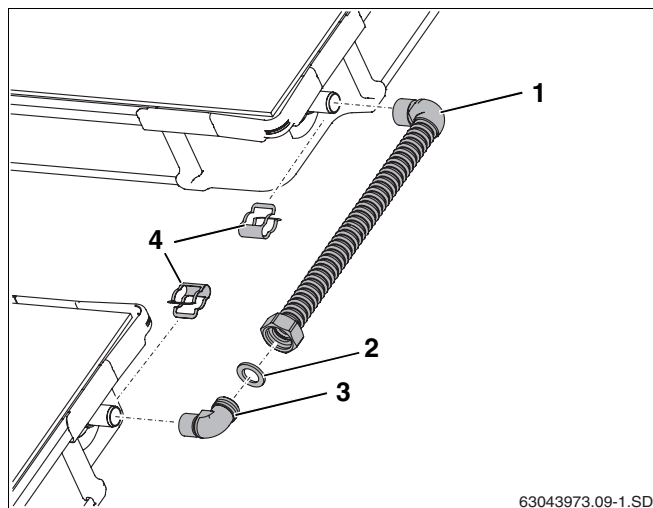

Fig. 40 Conjunto de ligação entre duas filas de colectores
- ▶ Colocar o vedante (fig. 40, **item 2**).
- ▶ Colocar o cotovelo (fig. 40, **item 3**) na porca, alinhar e enroscar.
- ▶ Introduzir o tubo de ligação (fig. 40, **item 1**) sobre as ligações do colector e fixar com grampos (fig. 40, **item 4**) do conjunto de ligação.